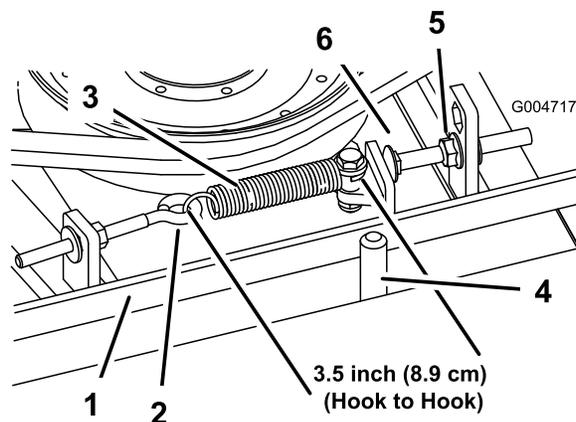

Рисунок 65
натяжения пружины отрегулируйте упорный болт (кадетский болт) до достижения зазора приблизительно 0,32 см ± 0,152/0,000 см между головкой болта и рычагом натяжного шкива (Рисунок 65).
Примечание: Убедитесь в том, что ремень расположен на направляющей ремня со стороны пружины (Рисунок 65).
3. Ослабьте рым-болт, чтобы можно было снять пружину растяжения (Рисунок 65).
болта (Рисунок 65). Для снятия натяжения ремня отведите натяжной шкив от ремня.
11. Подсоедините пружину растяжения (Рисунок 65) к рым-болту и натяните ремень следующим образом: